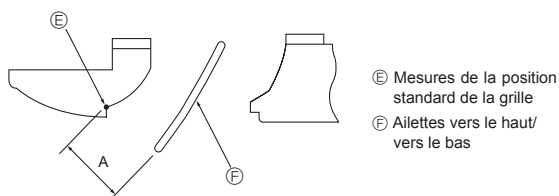

Fig. 7-10
- Pour régler le sens souhaité de la soufflerie, déplacer lentement les ailettes vers le haut/vers le bas dans la plage indiquée. (Fig. 7-10)